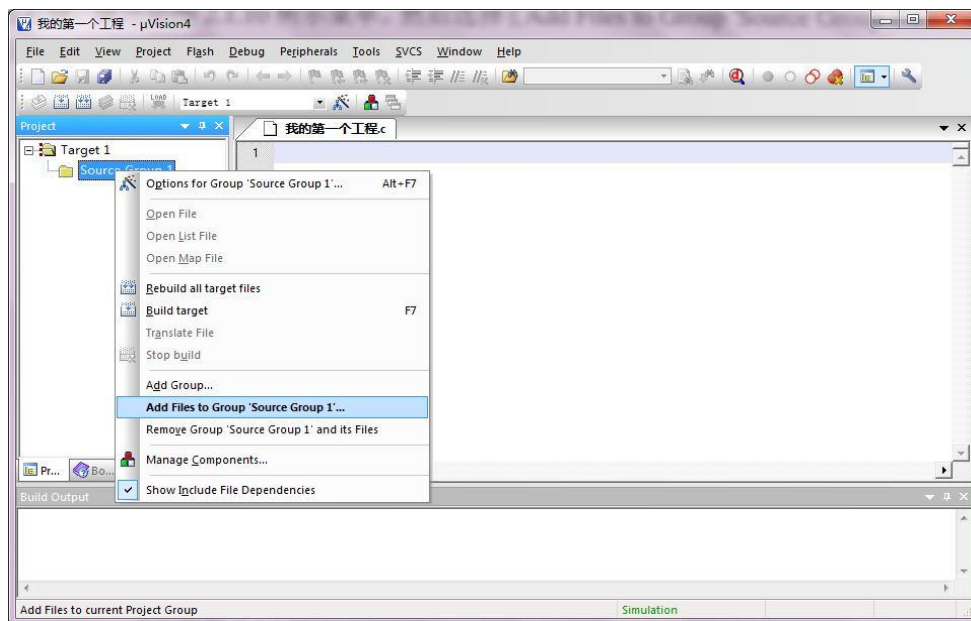

图 2-19 将文件加入工程
7.回到编辑界面,单击“Project”窗口处“Target1”前的“+”号,选中“Source Group 1”并右键单击,弹出如图 2-19 所示下拉菜单,然后选中“Add Files to Group ‘Source Group 1’”菜单项,接着弹出一对话框,选中上面所保存的文件(也即“我的第一个工程.c”),之后单击“Add”按钮添加文件,最后单击“Close”按钮关闭此对话框。